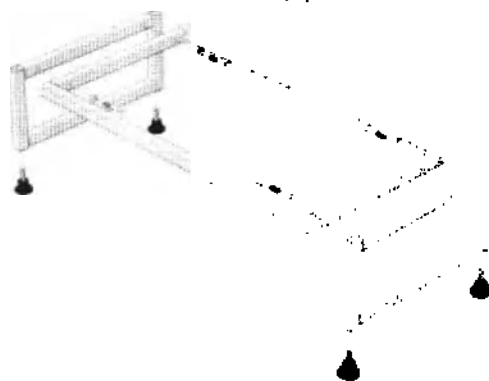

Рис.1-сборка каркаса: ЛК-600-СМС-ПВ-В, ЛК-900-СМС-ПВ-В, ЛК-1200-СМС-ПВ-В-1, ЛК-1500-СМС-ПВ-В-1, ЛК-1200-СМС-ПВ-В-2, ЛК-1500-СМС-ПВ-В-2
- [1] • Установить в боковины каркаса регулируемые опоры (Рис. 1);
- Соединить боковины с рамой каркаса, используя болты М8х45, шайбы 8 и предусмотренные в боковинах заклёпки-гайки М8 (Рис. 1);